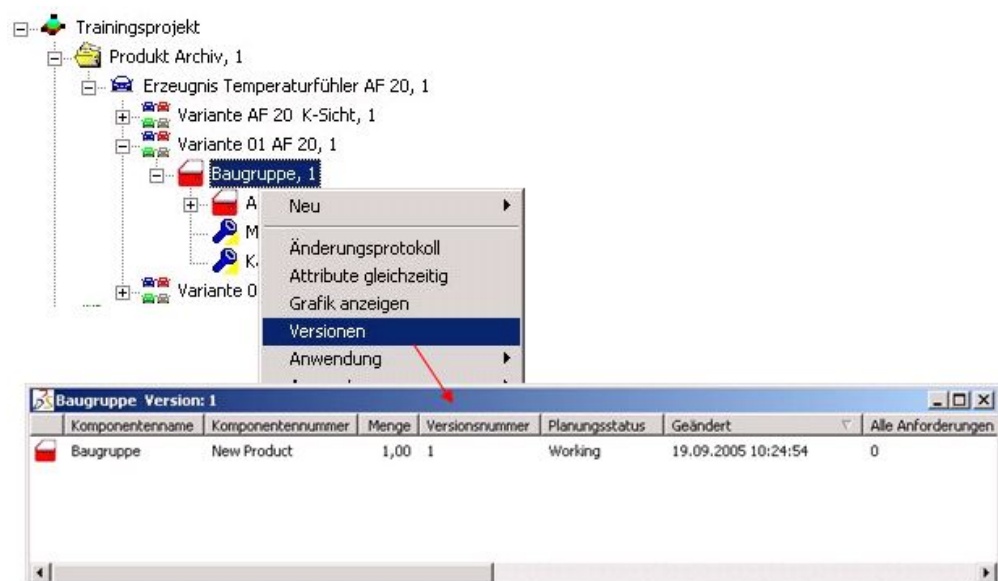

Abbildung 206: Aufruf des Dialogs „Version:“
- ⇒ Es erscheint die Auflistung „Baugruppe 1 Version: 1“. In diesem Dialog sind vorhandenen Versionen dieses Objekts aufgelistet (siehe auch Abbildung 206).